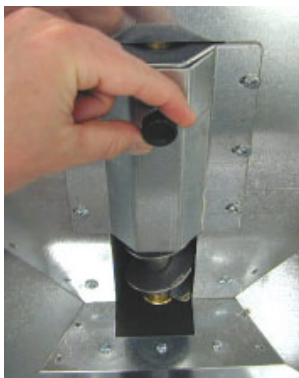

Fig. 8.3.1
- retirer la fixation de la plaque d'inspection (Fig. 8.3.1);
- quitar el sujetador de la placa de registro (Fig. 8.3.1);